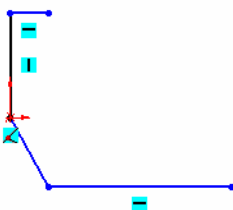
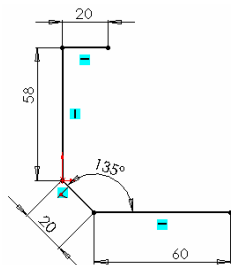

图 4-16 绘制的草图
图 4-17 标注的草图
① 启动 Solidworks 2010, 选择菜单栏中的“文件”→“新建”命令, 或者单击“标准”工具栏中的“新建”按钮, 创建一个新的零件文件。
② 绘制文具盒盒盖。绘制草图。在左侧的“FeatureManager 设计树”中用鼠标选择“前视基准面”作为绘制图形的基准面。单击“草图”工具栏中的“直线”图标, 绘制一系列直线段, 形状与图 4-16 类似。
③ 标注尺寸。选择菜单栏中的“工具”→“标注尺寸”→“智能尺寸”命令，依次标注图 4-16 中的直线段，结果如图 4-17 所示。